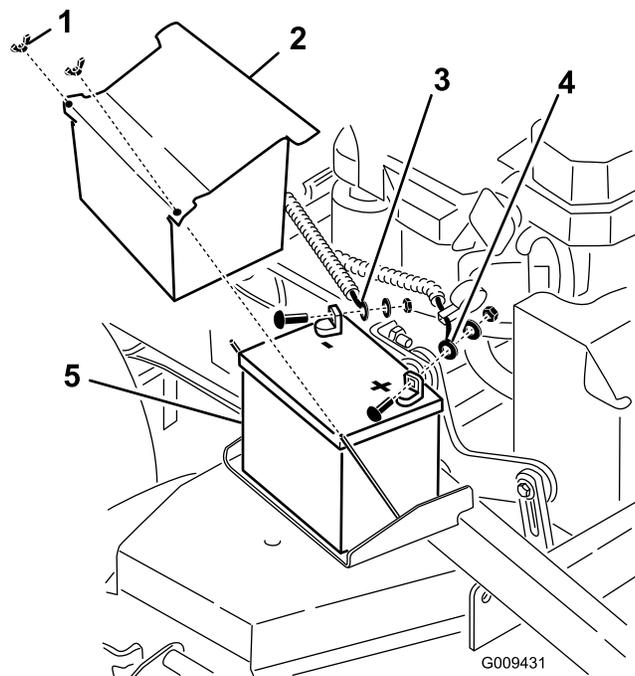

Figura 52
3. Levante a tampa de borracha preta no cabo negativo. Desligue o cabo negativo da bateria do terminal negativo (-) da bateria (Figura 52).
4. Retire a protecção do terminal vermelho do terminal positivo (vermelho) da bateria. Em seguida, retire o cabo positivo (vermelho) da bateria (Figura 52).
5. Retire a placa de suporte da bateria e guarde todas as peças (Figura 52) e retire a bateria.
1. Coloque a bateria na máquina (Figura 52).
3. Primeiro, instale o cabo positivo (vermelho) da bateria no terminal positivo (+) da bateria com uma porca, anilha e perno (Figura 52). Coloque a protecção de borracha no borne.
4. Em seguida, instale o cabo negativo da bateria e o cabo de massa no terminal negativo (-) da bateria com uma porca, anilha e perno (Figura 52). Coloque a protecção de borracha no borne.